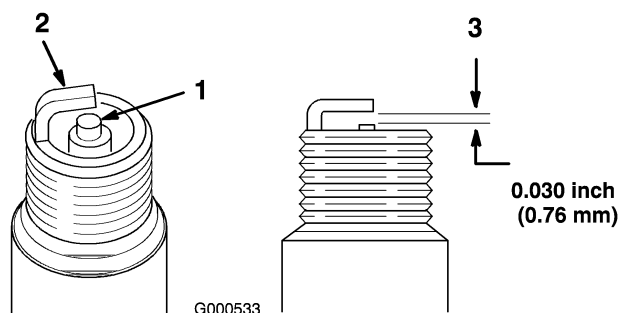

Bild 31
1. Sehen Sie sich die Mitte der Zündkerze an (Bild 31). Wenn der Kerzenstein hellbraun oder grau ist, ist der Motor richtig eingestellt. Eine schwarze Schicht am Kerzenstein weist normalerweise auf einen schmutzigen Luftfilter hin.
2. Prüfen Sie den Abstand zwischen den mittleren und seitlichen Elektroden (Bild 31). Verbiegen
Sie die seitliche Elektrode (Bild 31), wenn der Abstand nicht stimmt.